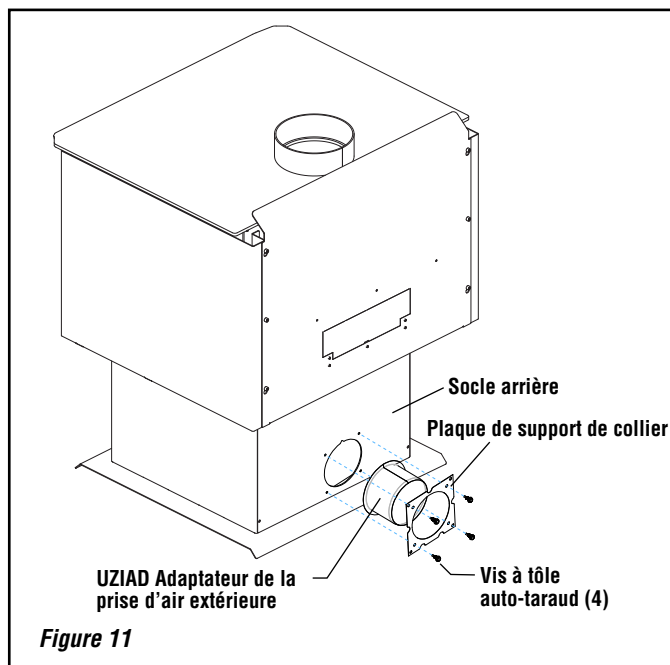

Figure 11
2. **Installer le socle arrière comme illustré à la figure 11.**
Col avec support de col : Centrer le collier de 4 po de diamètre sur l'orifice d'admission d'air, puis le fixer avec le support de collier à l'aide des quatre (4) vis Tek de 5/8 po fournies, en alignant la plaque sur les trous de capture de l'unité. Dans certains cas, les trous de capture ne sont pas percés; dans ce cas, utiliser les vis Tek pour commencer les trous directement (**Figure 11**).
4. **Installation des conduits et registre d'air (voir Figures 11 à 13)** - l'ensemble d'air extérieur peut être installé selon les exigences suivantes:
- b) Le registre d'admission d'air ne doit pas être installé à plus de dix (10) pieds (3050 mm) au-dessus de la base du poêle.
- Installer la prise dans la buse existante du poêle (*voir figure 11*).